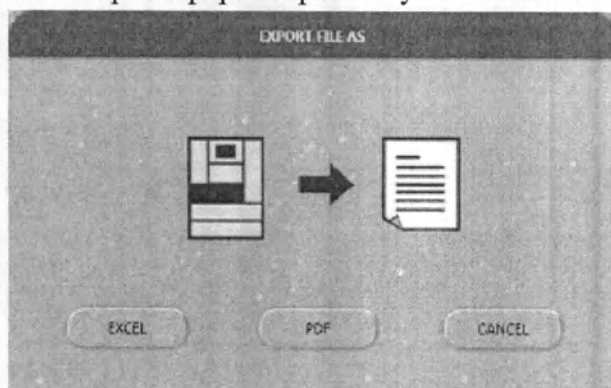

Рисунок 4Z
3. Выберите формат файла путем касания EXCEL или PDF (рис. 4Z).